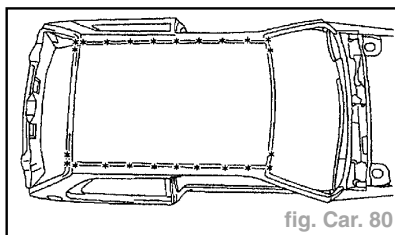

fig. Car. 80
- Dégraser les points à l'aide d'une fraise de diamètre = 8 mm (fig. Car. 80, 81 et 82).